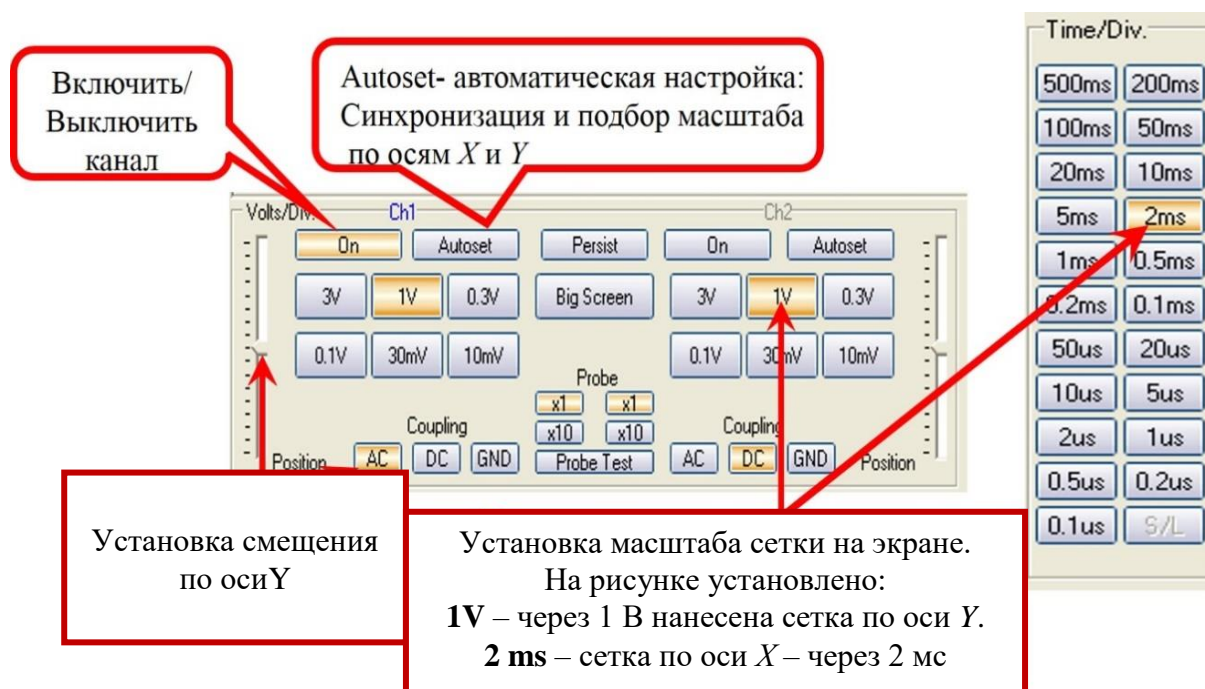

Рис. 11. Панель управления системой вертикального и горизонтального отклонения.
Включение или выключение каналов **Ch1** и **Ch2** осуществляется кнопками «On» (рис. 11).
«AC» (закрытый вход) на усилитель вертикального отклонения (рис. 11) подают только переменную составляющую сигнала. Для этого между входной клеммой осциллографа и усилителем включают конденсатор. На экране будет изображена только переменная составляющая сигнала.
- Поменять выходные характеристики на генераторе (см. рис. 9), установить: напряжение от 1 до 3 В и частоту от 100 до 1000 Гц, коэффициент заполнения (duty cycle) 20 – 40%. Изображение полученного сигнала надо настроить в удобный для работы вид: синхронизировать, выбрать масштабы по осям. **Измерения надо проводить, выбрав такой масштаб, чтобы измеряемая величина занимала не менее 1 основного деления масштабной сетки** (если есть возможность, то растянуть ее на 3-5 делений и больше, но чтоб она не выходила за пределы экрана). Для измерений п.5 можно воспользоваться автоматическим режимом «Autoset» (рис.11).
Важно, чтобы эти величины совпали: $\Delta t_1 = \Delta t_2$. Если это не так, надо проверить настройки осциллографа. Нажать кнопку «GND» для 1-го канала. На экране должна быть прямая линия, совпадающая с осью «X». Если прямая линия не совпадает с осью «X», ее надо «поднять» или «опустить» (рис. 11, регулировка вертикального отклонения развертки сигнала). Провести такую же проверку для 2 канала осциллографа. Еще раз измерить Δt_1 и Δt_2 , они должны совпасть. Записать измеренные значения в табл. 3.